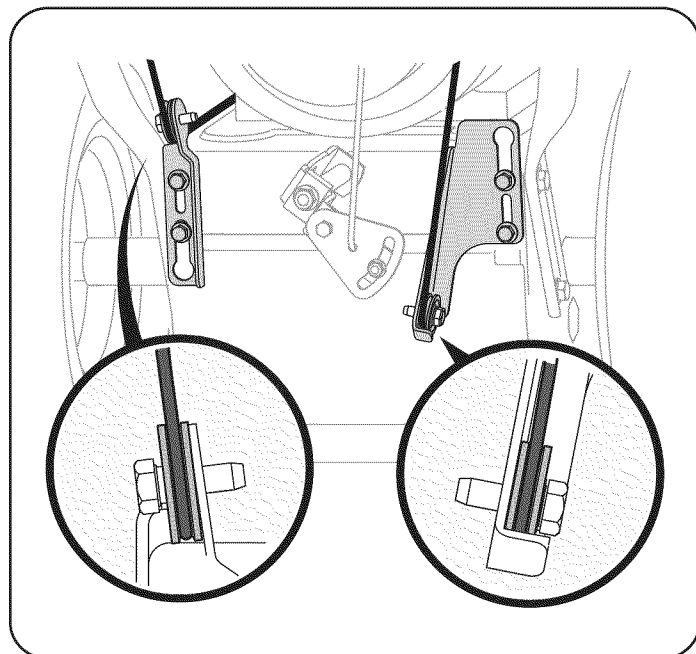
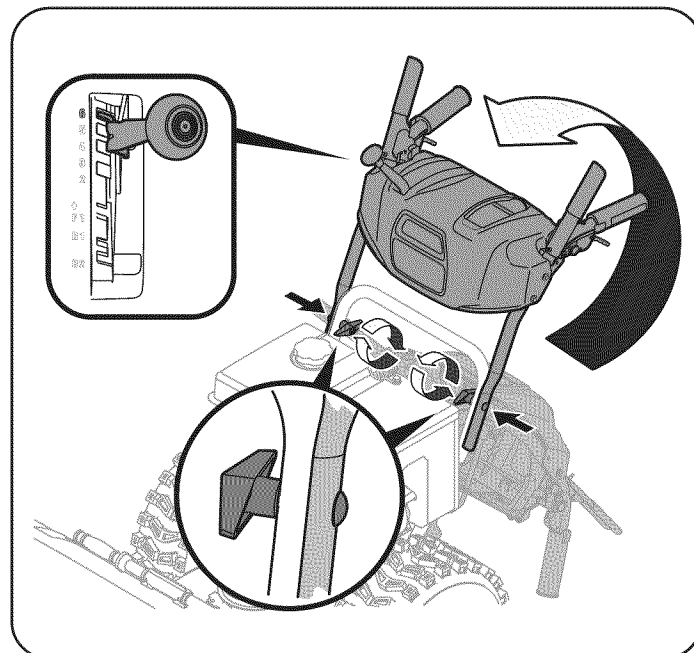

Figura 1
Figura 2
1. Observe el área inferior trasera de la máquina quitanieve para asegurarse de que ambos cables estén alineados con las guías rotatorias antes de girar la manija hacia arriba. Vea la Figura 1
- a. Coloque la palanca de cambios en la posición de avance (F) 6.
- b. Tire hacia arriba y hacia atrás de la manija superior, tal y como se muestra en la Figura 2. Cuando usted levanta el mango hacia arriba, asegúrese que ambos finales del cable de centro son colocados correctamente en los soportes. Alinee la manija superior con la manija inferior.